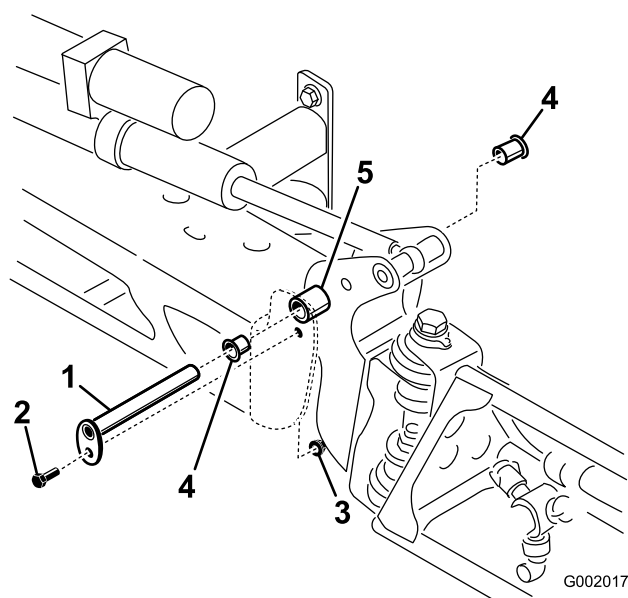

Figura 70
3. Quando il peso della barra è supportato, toglie il bullone e il dado che fissano il perno di articolazione nel gruppo barra (Figura 70). Togliere il perno di articolazione.
5. Togliere le boccole di nylon dal lato frontale e posteriore della staffa orientabile e controllatele (Figura 70). Sostituire le boccole avariate.
7. Montare la barra e la staffa orientabile nel telaio centrale, allineando i fori (Figura 70).